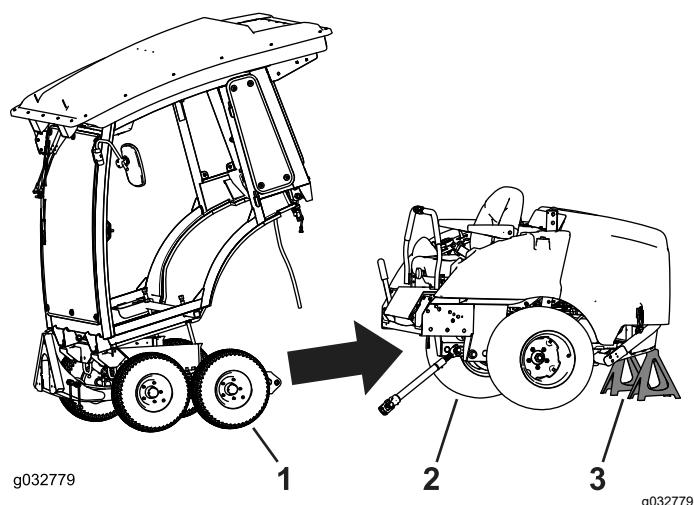

Bild 68
1. Flüchten Sie den Winterrahmen im Maschinenrahmen aus und rollen ihn zurück (Bild 68).
3. Stützen Sie die Maschine mit Achsständern ab (Bild 68).